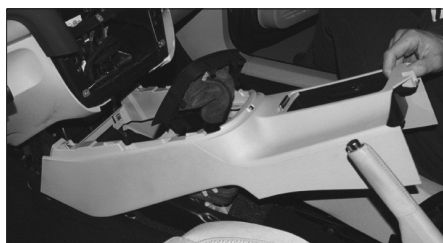

Fig. 21
- Reculer les sièges, positionner le levier de frein à main en butée, dégraffer et incliner la console centrale pour la déposer (Fig.21).